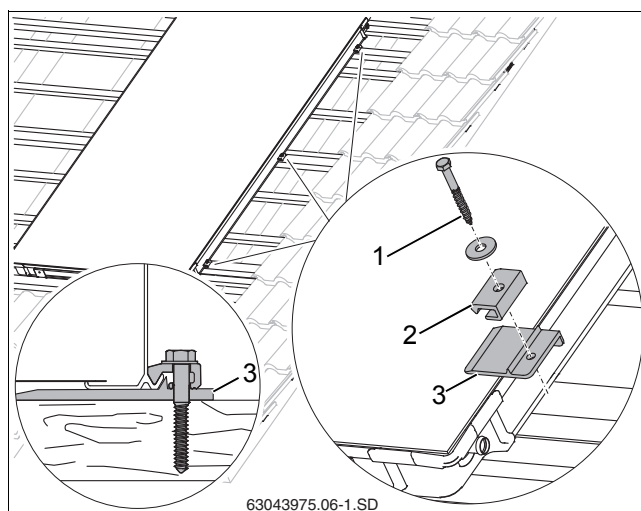

Рис. 23 Укладка и крепление первого коллектора
- ▶ Слегка приподнимите коллектор и сдвиньте вниз под коллектор правые подкладные пластины (рис. 23, [3]) на 2-ой и 3-ей дополнительных рейках, а также в середине коллектора на имеющейся рейке так, чтобы выступ уперся внизу в край коллектора.
- ▶ Для винта (рис. 23, [1]) нужно заранее просверлить отверстие сверлом 4 мм.
- ▶ Закрепите односторонний прижим (рис. 23, [2]), установив винт 6x40 (рис. 23, [1]) и подкладную шайбу (используйте ключ SW 10).